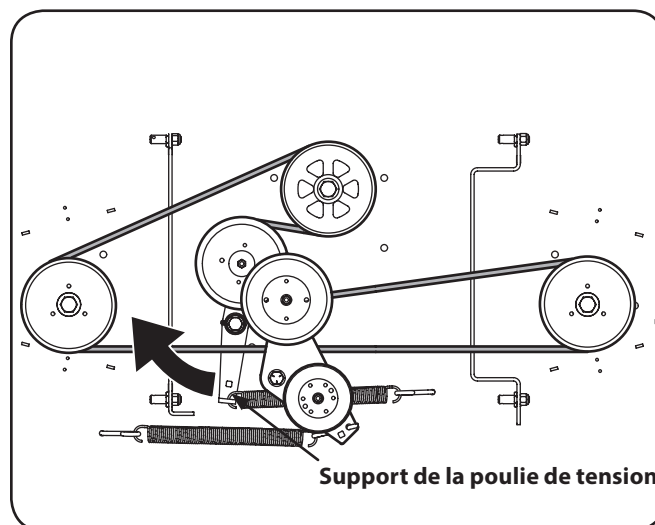

Figure 7-7
4. Insérez l'extrémité mâle d'un bras de force de 1/2" dans l'ouverture carrée de 1/2" sur l'ensemble de la poulie de tension. Tirez ensuite la poulie dans le sens horaire. Voir Figure 7-7. Pendant que vous retenez la poulie de tension, desserrez la courroie du plateau de coupe et faites glisser la courroie hors de la poulie.
5. Installez la courroie neuve comme indiqué à la Figure 7-7. Installez ensuite le plateau de coupe et la courroie de la prise de force comme indiqué aux pages précédentes.